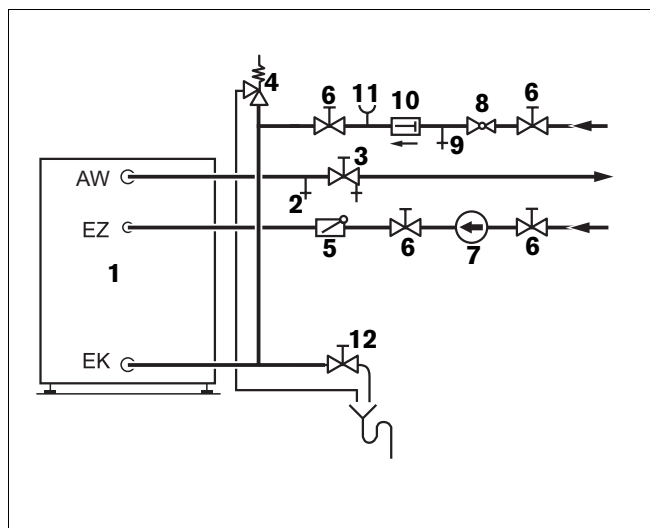

Fig. 6 Installation selon DIN 1988 (schéma de principe)
- Vidanger le préparateur d'eau chaude sanitaire en fermant la vanne d'arrêt de l'entrée d'eau froide et en ouvrant le robinet de vidange (fig. 6, page 10). Pour la purge, ouvrir la vanne d'aération et de purge ou le robinet situé au point le plus élevé.